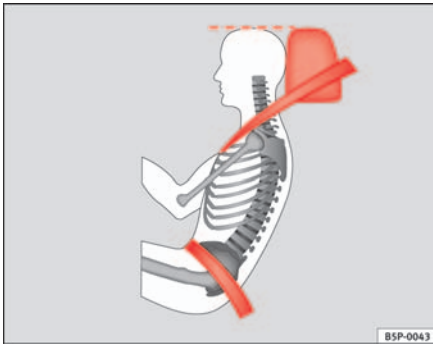

Abb. 14 Richtiger Gurtbandverlauf und richtige Kopfstützeinstellung von der Seite betrachtet
- Der Beckengurtteil des Sicherheitsgurtes muss vor dem Becken verlaufen und niemals über dem Bauch. Der Sicherheitsgurt muss flach und fest am Becken anliegen ⇒ Abb. 14. Ziehen Sie das Gurtband gegebenenfalls etwas nach.